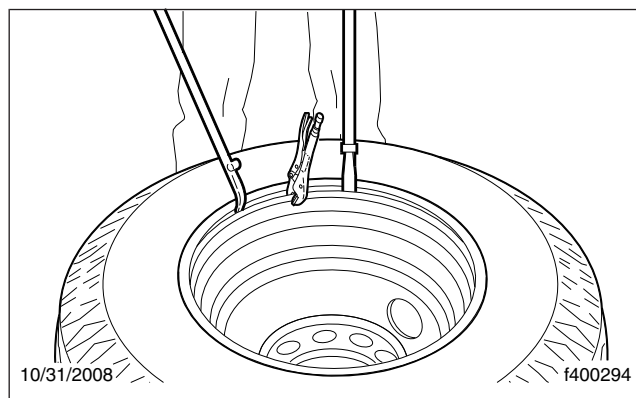

Fig. 11, Insertion du talon supérieur dans la jante
- 4.2 Utilisez l'extrémité ronde du démonte-pneu, avec la butée vers la jante, pour travailler autour du talon. Reportez-vous à la **Figure 11**. Procédez par petits incréments jusqu'à ce que le talon glisse par-dessus le rebord dans le passage de roue.